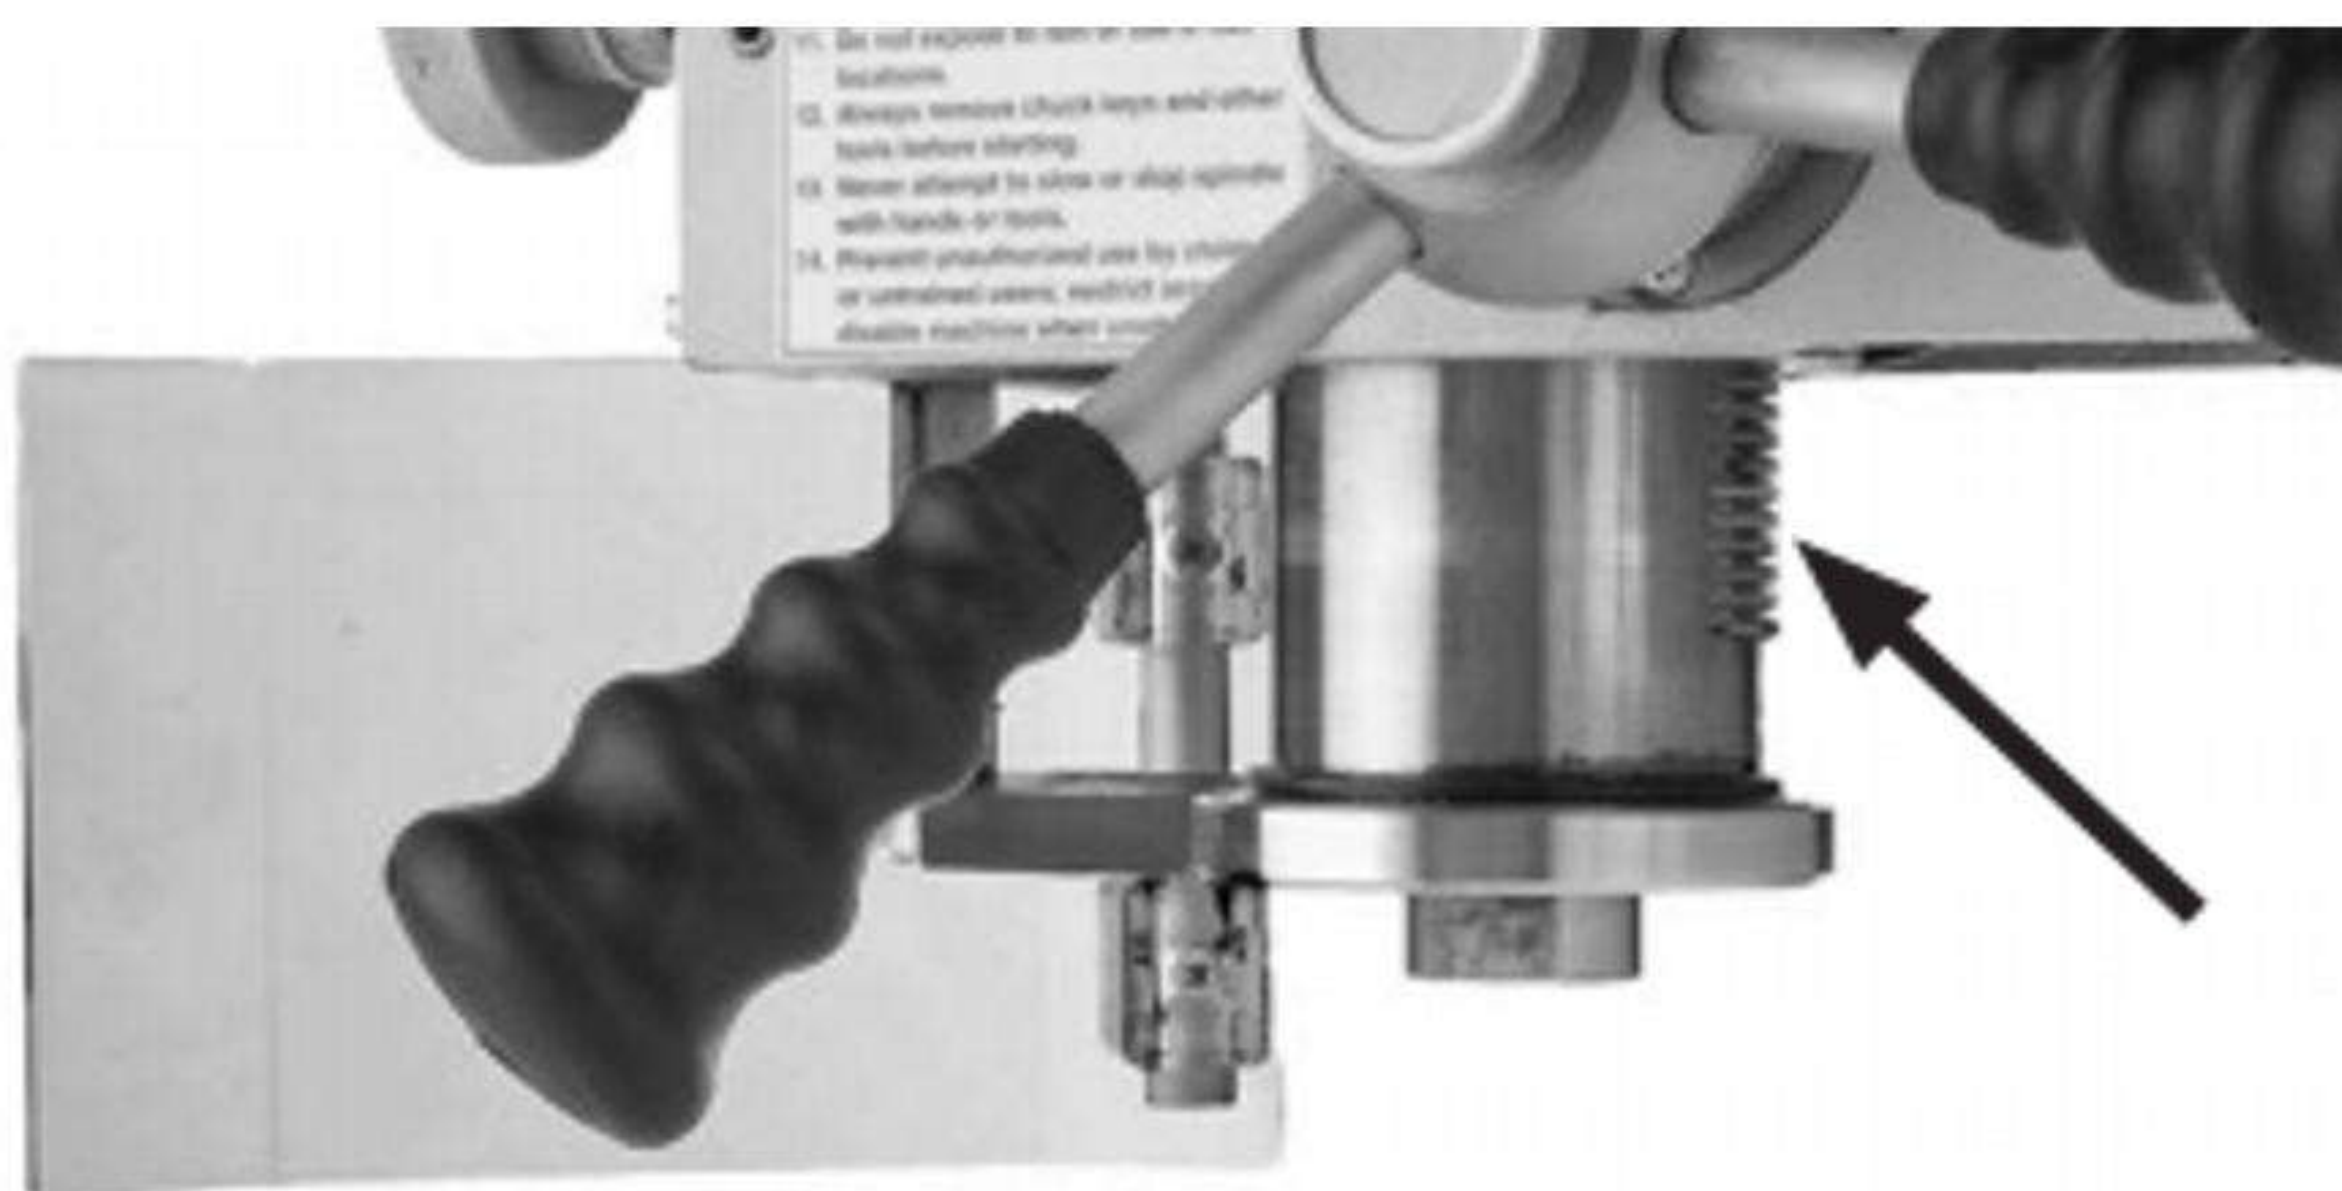

Рис. 35
1. Опустите пиноль, чтобы получить полный доступ к зубчатой рейке (см. Рисунок 35)